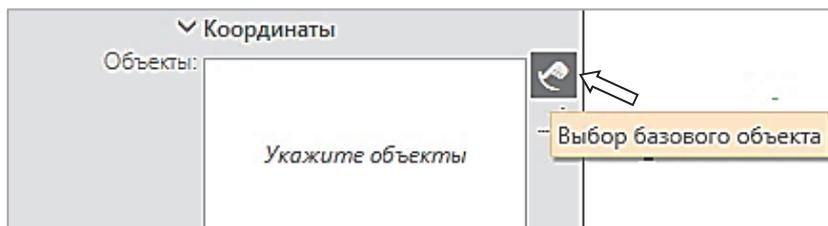

Рис. 3.11-2
- Проверьте!** На **Панели параметров** справа от поля **Объекты** должна быть нажата кнопка **Выбор базового объекта**  (рис. 3.11-2). В противном случае порядок нанесения углового размера будет отличаться от приведенного ниже!